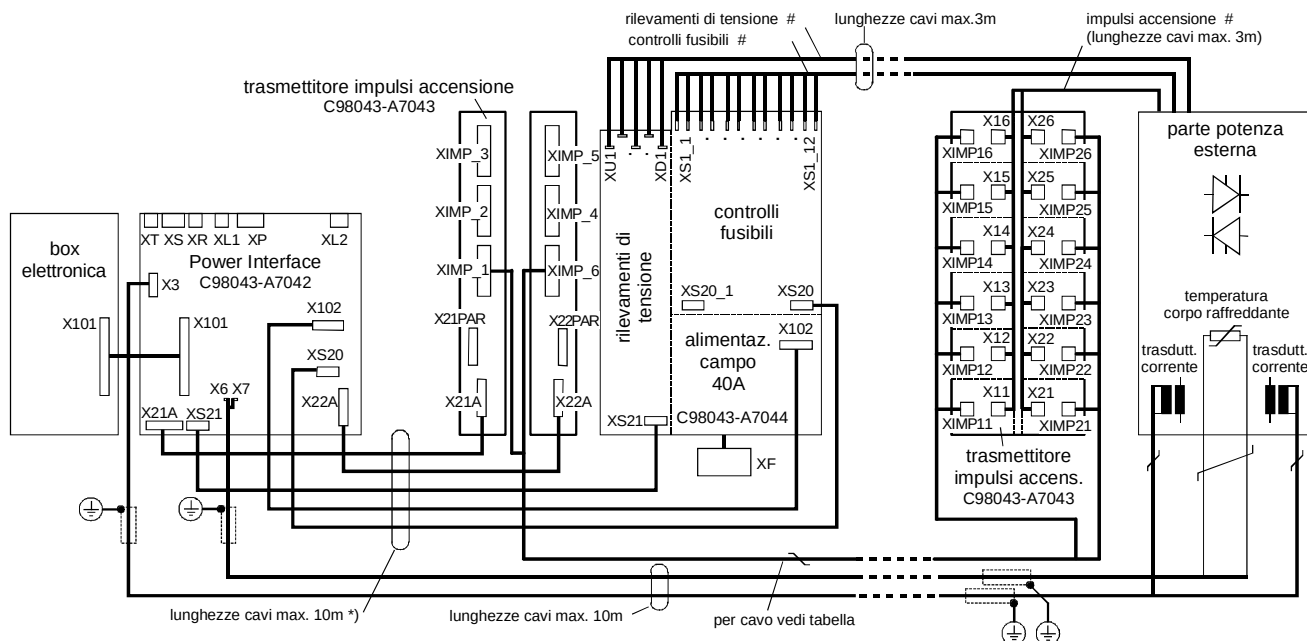

Fig. 6.4.2
2. Telaio posteriore e telaio anteriore montati uno sopra l'altro o separatamente, scheda C98043-A7043 divisa (trasmettitore impulsi di accensione montato nella parte di potenza), scheda C98043-A7044 non divisa (Fig. 6.4.2)